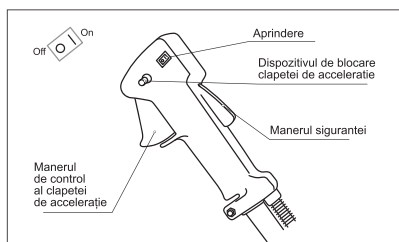

fig. 10
5. Poziționați întrerupătorul de aprindere, amplasat pe maneta de control, în poziția ON / 1. Apăsând pe mânerul siguranței, apăsați mânerul clapetei de accelerație (mânerul de accelerație) și blocați-l în poziție apăsată cu ajutorul dispozitivului de blocare (fig. 10).
1. Opriți aprinderea cu ajutorul întrerupătorului poziționat pe mânerul de control (fig. 10).
2. Apăsând pe mânerul siguranței, apăsați mânerul clapetei de accelerație (mânerul de accelerație) și blocați-l în poziție apăsată cu ajutorul dispozitivului de blocare (fig. 10).